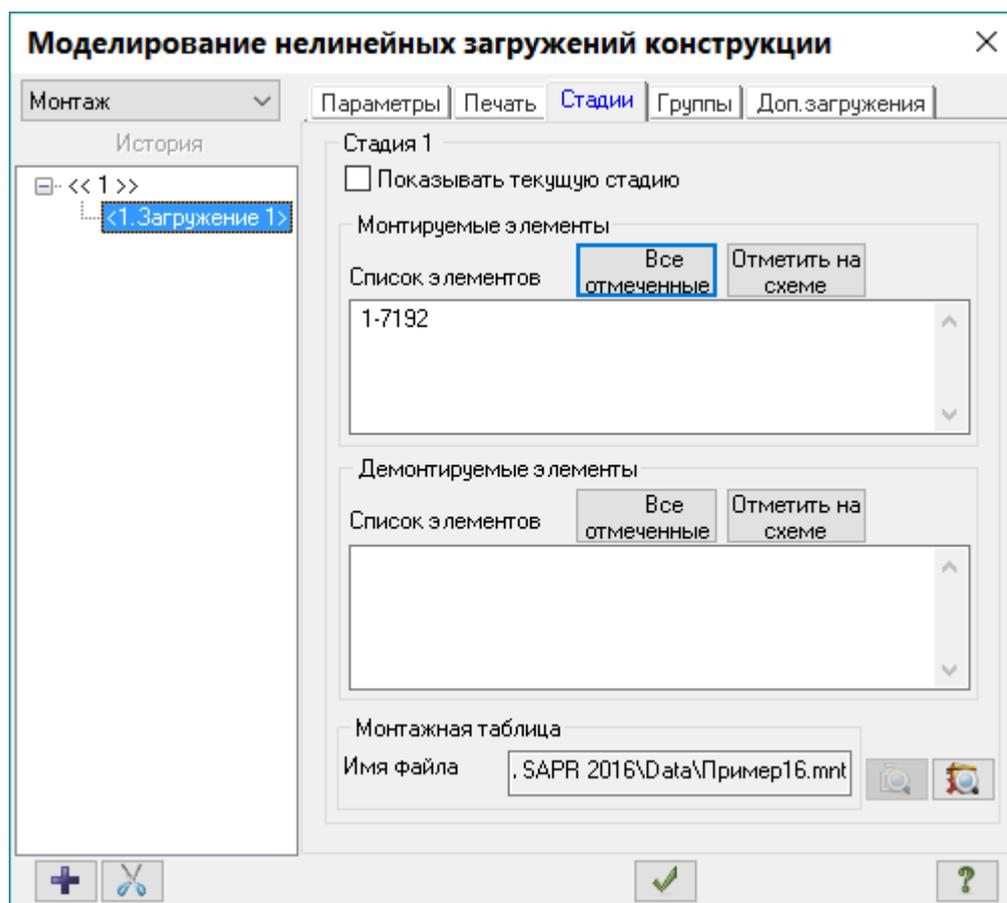

Рис.16.18. Диалоговое окно **Моделирование нелинейных нагрузок конструкции** для задания монтажных стадий
- Щелчком по кнопке  – **Монтаж** (панель **Нелинейность** на вкладке **Расчет**) вызовите диалоговое окно **Моделирование нелинейных загружений конструкции** (рис.16.18).
- После выделения элементов в диалоговом окне **Моделирование нелинейных загружений конструкции** (рис.16.18) в поле ввода **Монтируемые элементы** щелкните по кнопке **Все отмеченные** (в списке автоматически отображаются номера выделенных на схеме элементов).